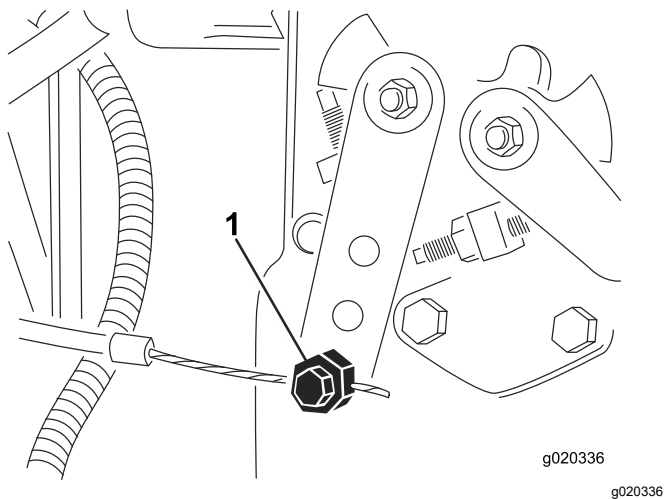

Рисунок 78
3. Ослабьте соединитель тросика дроссельной заслонки на плече рычага инжекторного насоса (Рисунок 78).